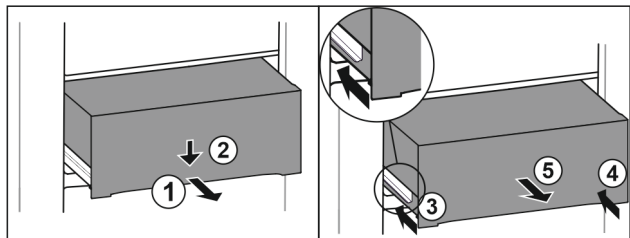

Fig. 81
- ▶ Vytiahnite zásuvku do polovice. Fig. 81 (1)
- ▶ Zatláčte zásuvku na prednej strane smerom nadol. Fig. 81 (2)
- ▶ Zasuňte ľavú koľajničku o cca 2 cm. Fig. 81 (3)
- ▶ Zasuňte pravú koľajničku o cca 2 cm. Fig. 81 (4)
- ▶ Odoberte zásuvku dopredu. Fig. 81 (5)